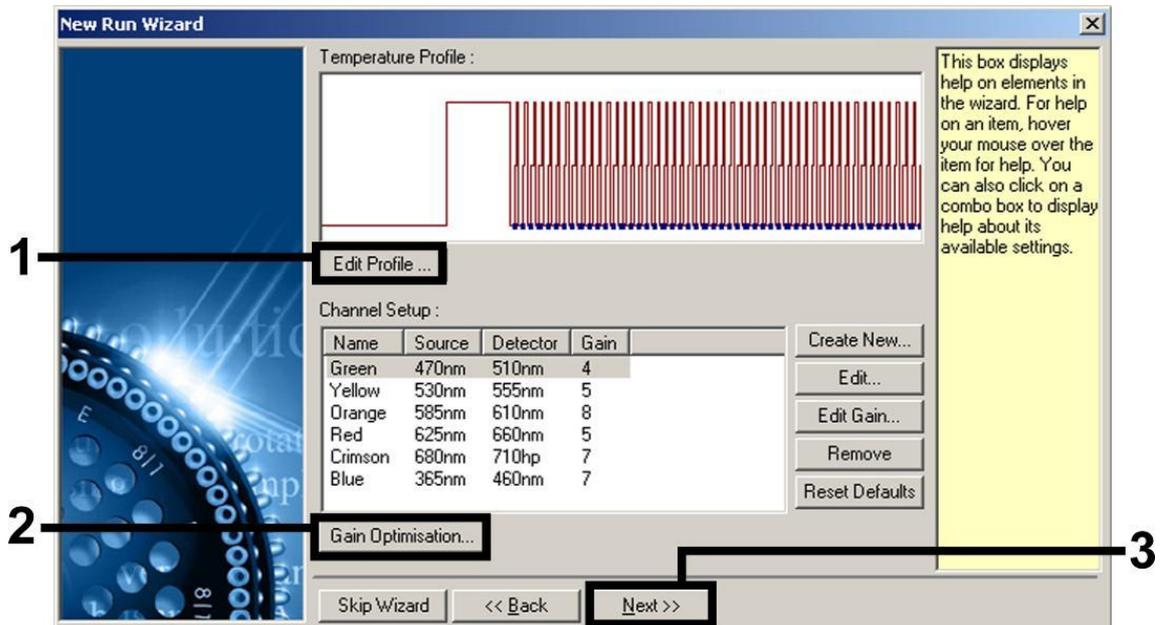

Figura 7. Edición del perfil.
8. Haga clic en el botón "Edit Profile" (Editar perfil) en el siguiente cuadro de diálogo "New Run Wizard" (figura 7) y programe el perfil de temperatura tal como se muestra en las figuras 7-10.
9. El intervalo de detección de los canales de fluorescencia debe determinarse según las intensidades de fluorescencia de los tubos de PCR. Haga clic en "Gain Optimisation" (Optimización de ganancia) en el cuadro de diálogo "New Run Wizard" (consulte la figura 7) para abrir el cuadro de diálogo "Auto-Gain Optimisation Setup" (Configuración de la optimización de ganancia automática). Configure la temperatura de calibración en 50 para que coincida